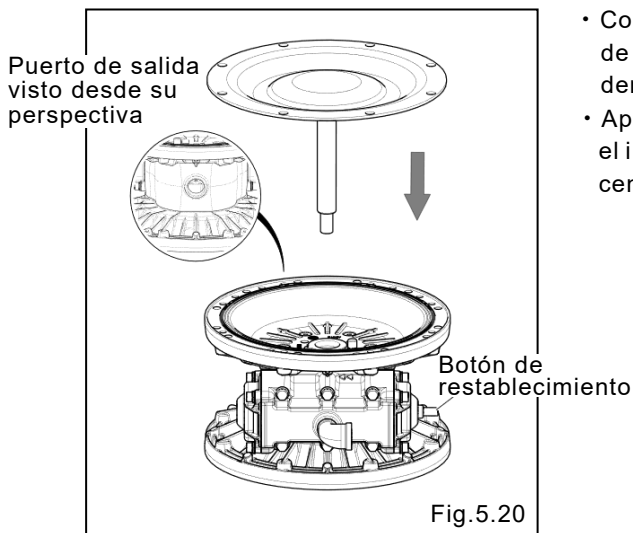

Fig.5.20
- Aplique una pequeña cantidad de grasa al pistón central y en el interior de los bujes antes de insertar el pistón en el cuerpo central. [Fig.5.20].